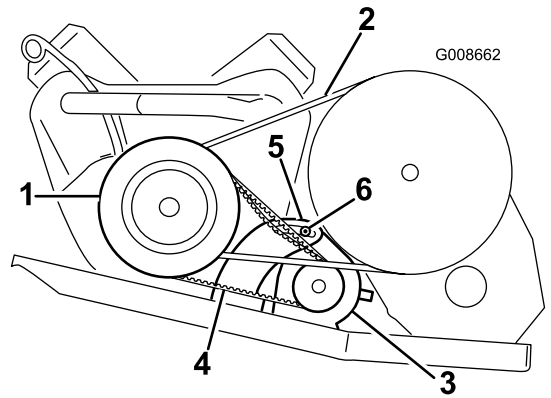

図 46
4. ボールを使ってスタータを動かし、ベルトのスパンの中央部を 44 N (4.5 kg) の力で押したときに 6 mm のたわみが出るように調整する（図 46）。
5. スターター・ジェネレータのナットを締めつけ、ボールを取り外す（図 46）。ナットを 65-85 ft-lb (88-115 Nm=9.0~11.8 kg.m) にトルク締めする。
2. スターター・ジェネレータのピボット・ナットをゆるめる（図 46）。